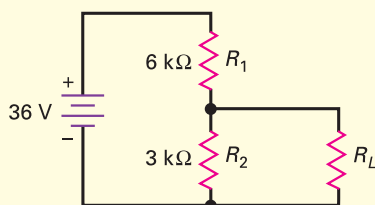

Figure 1.20
- 1.12** D'après la figure 1.20, quelle est la tension de Thévenin ? La résistance de Thévenin ?
- 1.13** D'après la figure 1.20, en utilisant le théorème de Thévenin, calculer le courant de sortie pour chacune des résistances de charge suivantes : $0,1\ \text{k}\Omega$; $2\ \text{k}\Omega$; $3\ \text{k}\Omega$; $4\ \text{k}\Omega$; $5\ \text{k}\Omega$; $6\ \text{k}\Omega$.
- 1.14** D'après la figure 1.20, la tension de la source est devenue $18\ \text{V}$. Que deviennent la tension et la résistance de Thévenin ?
- 1.15** Sur la figure 1.20, toutes les résistances sont doublées. Que deviennent la tension et la résistance de Thévenin ?
- 1.19** Sur la figure 1.20, on suppose une tension de sortie de $36\ \text{V}$. Quel est le défaut de R_1 ?
- 1.20** Sur la figure 1.20, la tension de sortie est nulle, la pile et les résistances sont bonnes. Donnez deux défauts possibles.
- 1.21** Sur la figure 1.20, la tension de sortie est nulle, toutes les résistances sont bonnes. Où se trouve le défaut ?
- 1.22** Sur la figure 1.20, R_L est remplacée par un voltmètre pour mesurer la tension à travers R_2 . Quelle valeur la résistance en entrée doit-elle avoir pour éviter une surcharge ?
- 1.30** Concevez un diviseur de tension (semblable à celui de la figure 1.20) possédant les spécifications suivantes : source de tension idéale 30 V, tension de sortie ouverte 15 V et résistance de Thévenin égale ou inférieure à 2 k Ω .
- 1.31** Concevez un diviseur de tension (semblable à celui de la figure 1.20) donnant une tension constante de 10 V pour toutes les résistances de charge supérieures à 1 M Ω . On utilisera une source de tension idéale de 30 V.